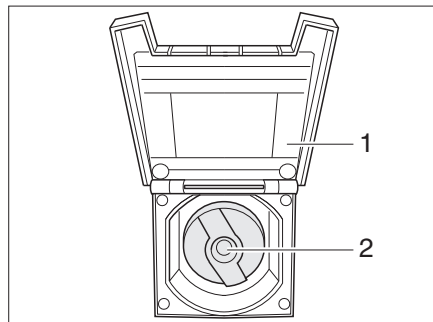

Fig. 135 Tapa de cierre para el tubo de llenado de agua potable
- Abrir la tapa (Fig. 135,1) para el tubo de llenado de agua potable.
- Introducir la llave en el cilindro de cierre (Fig. 135,2) y girarla un cuarto de vuelta en sentido contrario a las agujas del reloj.
- Abrir el tubo de llenado de agua potable (Fig. 135).